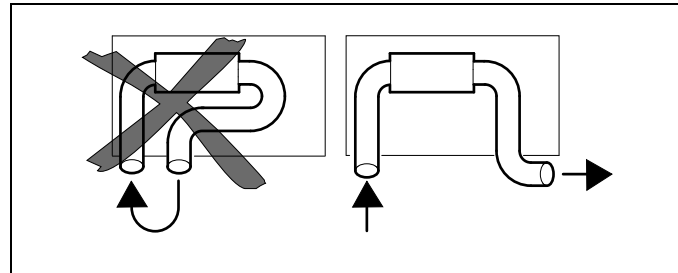

Bild 6: Kaltlufteinlass und Warmluftauslass
- Luftkurzschluss zwischen Kaltlufteinlass und Warmluftauslass des Heizgeräts (Bild 6).